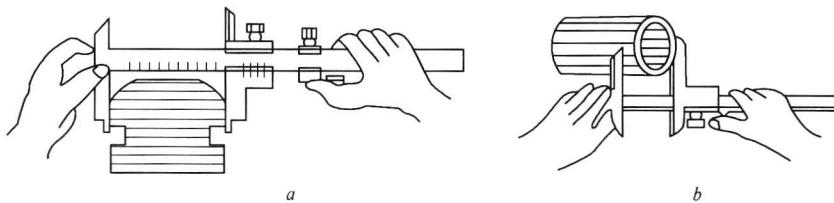

图 1-6 测量外径和宽度的方法
(1) 在使用游标卡尺之前，要看清卡尺的精度，生产现场大都选用精度为 0.02mm 的游标卡尺。
(2) 测量前要对游标卡尺进行检查，检查两量爪合并时，游标和尺身的零位能否对齐，若间隙过大不符合要求时，应送去检修而不能使用。
(3) 当测量外径和宽度时，游标卡尺的测量爪应与被测表面相接触，要使游标卡尺的测量爪平面与直径垂直或与被测平面平行，如图 1-6 所示。